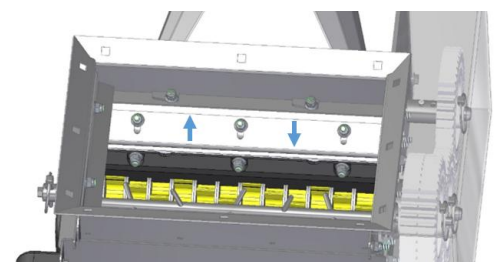

Figura 37
- La chapa de apoyo se mueve hacia arriba o abajo si es necesario, y se vuelven a apretar las tuercas (véase Figura 37).